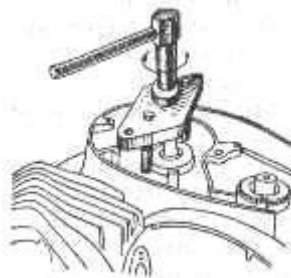

Рис. 89. Установка съемника на правую половину картера силового агрегата и разъединение половин картера.
2. Равномерно и плавно ввинчивая болт съемника, разъединить половины картера (рис. 89). При этом необходимо следить, чтобы шатуны коленчатого вала у двигателя "Ява-350" находились в мертвых точках (один в верхней, другой в нижней). У двигателя "Ява50" шатун при этом может находиться в любом положении.